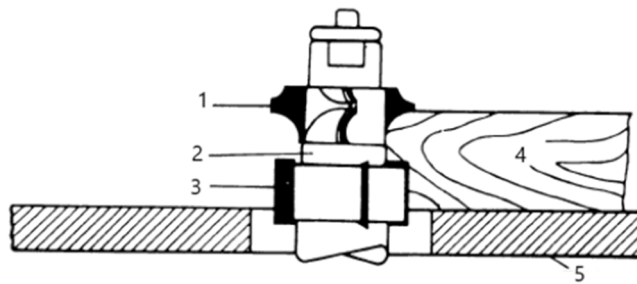

Abbildung 9
3. Die in Abbildung 9 dargestellte Methode mit dem Kragen zwischen den Messern hat sowohl die Vorteile als auch die Nachteile der ersten beiden Methoden. Diese Methode wird vor allem dann angewendet, wenn beide Kanten des Werkstücks geformt werden sollen.